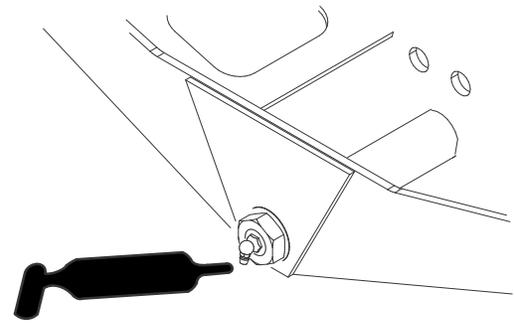

Рисунок 80
- Ось поворота моста (1 шт.) (Рисунок 80)